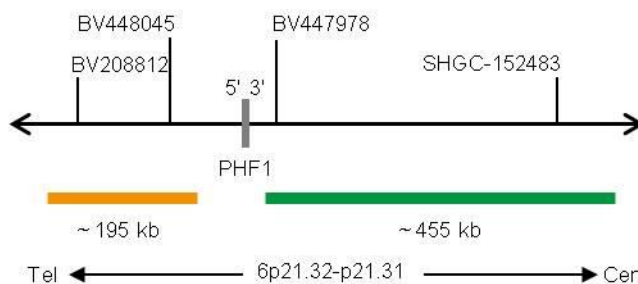

Fig. 1: SPEC PHF1 Mapa de la sonda (no está a escala)
- Polinucleótidos marcados en verde (excitación a 503 nm/emisión a 528 nm) ZyGreen (~10 ng/μl), dirigidos a secuencias localizadas en 6p21.31-p21.32* (chr6:33,406,580-33,863,564) proximales a la región del punto de ruptura de PHF1 (ver Fig. 1).
- Polinucleótidos marcados en naranja (excitación a 547 nm/emisión a 572 nm) ZyOrange (~4,5 ng/μl), dirigidos a secuencias localizadas en 6p21.32* (chr6:33,121,529-33,317,357) distales a la región del punto de ruptura de PHF1 (ver Fig. 1).